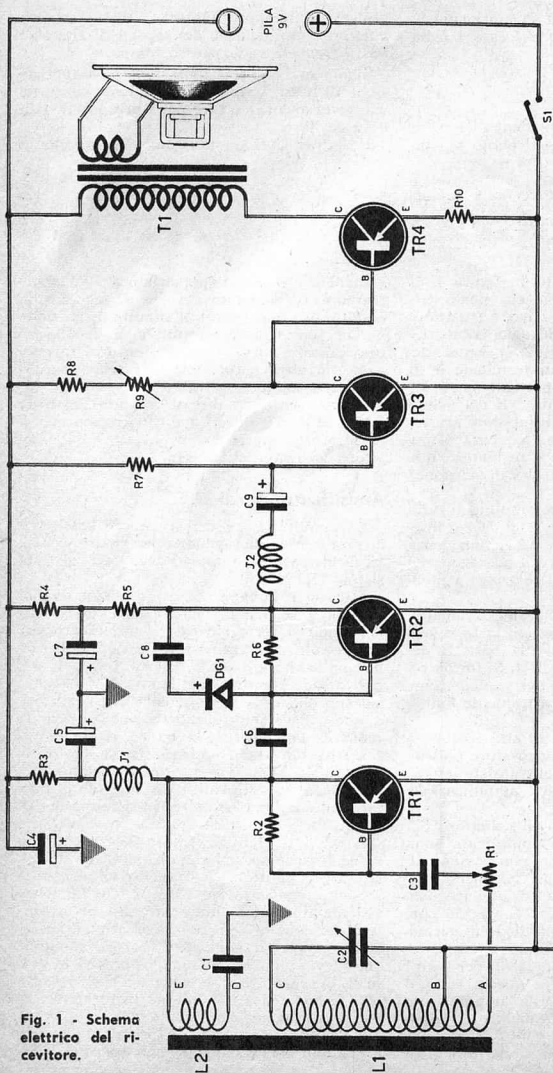

Fig. 1 - Schema elettrico del ricevitore.
da ottenere un anello del diametro di 70 mm. che viene fissato, mediante pressione in un blocchetto di legno le cui dimensioni sono di 6 x 20 x 50 mm. e che viene incollato nella parte bassa della tavola. Le fotografie che riportiamo in fig. 1 mostrano assai chiaramente come si ottiene l'intreccio del canestro.
Fig. 1 - Le illustrazioni dimostrano chiaramente come si inizia l'intreccio delle cordicelle, come esse vanno annodate e come debbano essere tagliate le estremità libere. Due o tre file di maglie sono sufficienti per comporre la reticella del canestro.
**Fig. 1 - Prima cosa da farsi per ottenere il circuito stampato è quella di pulire la superficie di rame mediante un batuffolo di cotone impregnato di « pulitore ».**